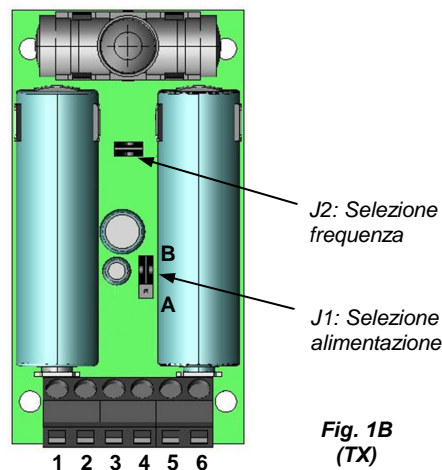

Fig. 1B
- Eseguire i collegamenti come indicato nei paragrafi precedenti e selezionare l'alimentazione del trasmettitore tramite l'apposito jumper (J1, Fig. 1B):
- Collegare all'apposita morsettiera (morsetti 3 e 4, Fig. 1B) il contatto della costa o della sicurezza esterna al trasmettitore.
- Collegare all'apposita morsettiera (morsetti 5 e 6, Fig. 1B) il contatto della costa resistiva 8K2 esterna al trasmettitore. **Se questa opzione non viene utilizzata, lasciare montata la resistenza 8K2 tra i morsetti 5 e 6.**